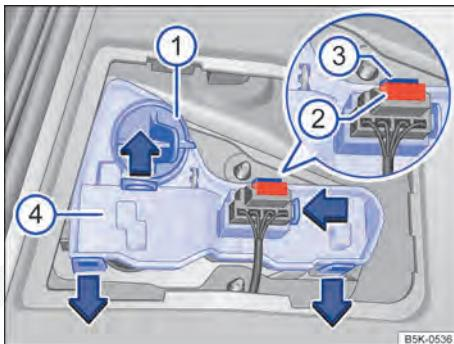

Fig. 220 Na tampa traseira: retirar o suporte da lâmpada .
4.	Girar o suporte da lâmpada ⇒ Fig. 220 ① até o batente no sentido anti-horário e retirar com a lâmpada incandescente para trás.
5.	Substituir a lâmpada incandescente queimada por uma lâmpada incandescente nova do mesmo modelo. Encaixar o suporte da lâmpada ① e girar no sentido horário até o batente.
6.	Retirar o fusível ②. Pressionar o bloqueio ③ do conector e retira-lo.
7.	Destrar as linguetas do suporte da lâmpada ④ no sentido da seta e remover o suporte da lâmpada.